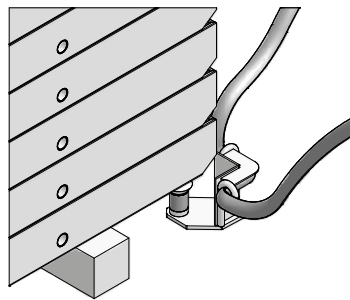

Fig. 72.3
2. Colocar con el pie el dispositivo de suspensión debajo de la pila (Fig. 72.3).